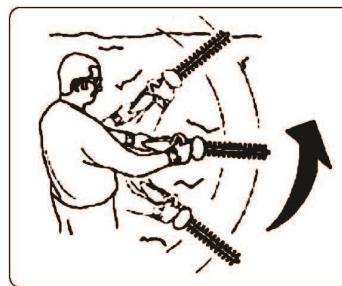

FIG. 15
**TAILLE LATÉRALE DES HAIES** — Commencez par le bas et balayez vers le haut. (Fig. 15)